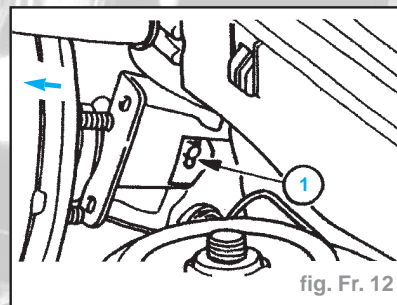

fig. Fr. 12
- Tirer le servofrein vers l'avant, déposer l'axe et le clip du mécanisme (1) de commande du servofrein (fig Fr. 12).